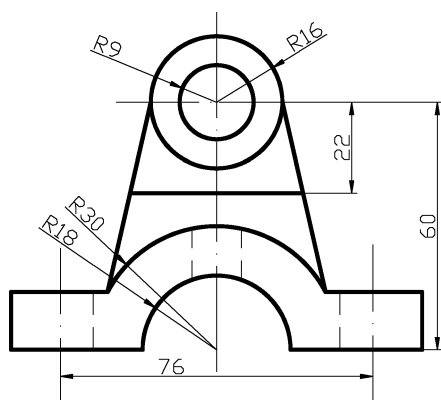

图 3-84 零件图
5) 利用本章所学的直线、多段线、圆、圆弧等工具，绘制如图 3-84 所示的零件图并保存至指定位置。